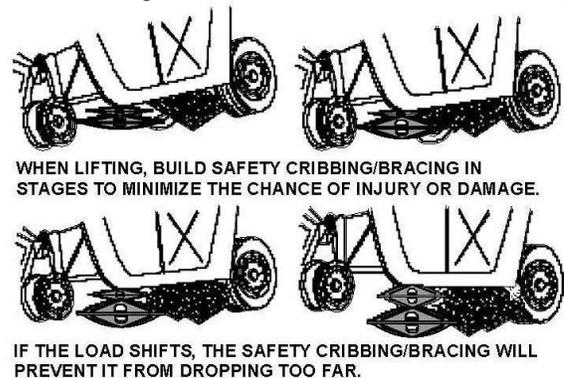

Abbildung 2-3. Korrekte Methode der Sicherheitsverankerung/Verankerung
e. Stellen Sie die Höhe der Abstützung so ein, dass das/die Hebekissen gerade noch eingeführt werden können. Die Abstützung muss während des Anhebens der Last installiert werden, wobei die allgemein gültige Regel "einen Zentimeter anheben, einen Zentimeter abstützen" zu beachten ist. Es ist darauf zu achten, dass im Falle eines Sturzes und/oder einer Lastverschiebung Verletzungen und Schäden vermieden werden (Abbildung 2-3). Die obere Abstützungsschicht muss ausreichend stabil sein, um ein Verrutschen und Kollabieren während des Aufblasens zu verhindern, wenn das/die Hebekissen die charakteristische Form einer Doppelkuppel einnehmen. Bauen Sie die Abstützung nach dem gewünschten Auftrieb auf, um die Fallstrecke im Falle eines Luftverlustes nach dem